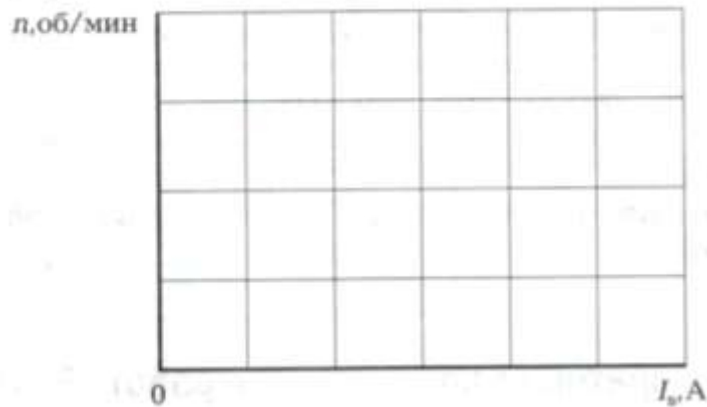

Рис. 9.3 Зависимость частоты вращения двигателя от тока возбуждения
2. На основании данных табл. 9.3 построить на рис. 9.3 характеристику $n = f(I_{\text{в}})$.